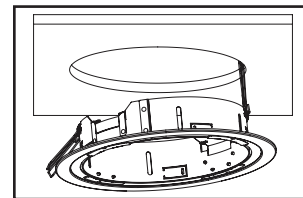

Figura 28.
- Sostenga los 2 muelles de montaje en forma vertical, en el mismo lado que la unidad del anillo adaptador; luego, insértelo en la abertura del techo o alojamiento (Figura 28).